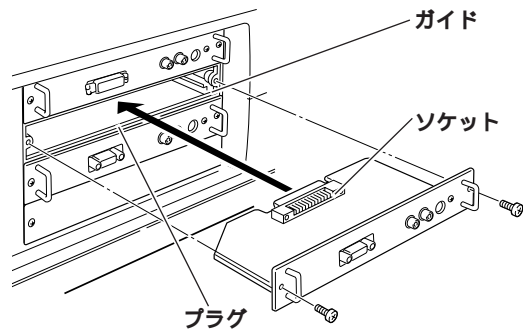

図2. 接続端子の取り付けかた
- 3 接続端子をガイドに沿って差し込みます。接続端子のソケットがプロジェクター本体奥のプラグに正しく接続されるように、奥までしっかりと差し込んでください。(図2参照)
- 4 ネジ2本で接続端子を固定します。(図2参照)